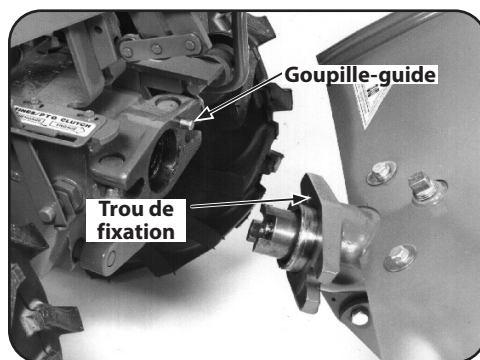

Figure 4-24
- La goupille-guide de l'unité glissera hors du trou de fixation de l'accessoire. Voir Figure 4-24.
- Alignez avec soin la goupille-guide sur l'unité avec le trou d'alignement de l'ensemble de dents. Voir Figure 4-24.